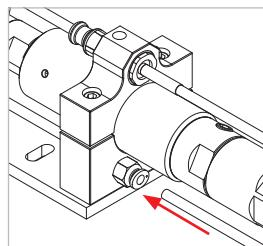

Abbildung 8
- ▶ Stecken Sie die Spülleitung der Tankstelle in die tankstellenseitige Steckverbindung der Halteschale (Pos. 11, Abbildung 8).